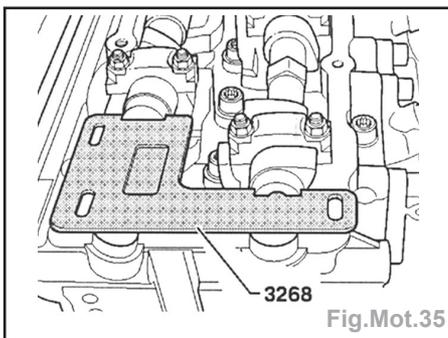

Fig.Mot.35
**Important :** Mettre les ACT en position de PMH du 1er cylindre et mettre en place l'outil 3268 (Fig.Mot.35).